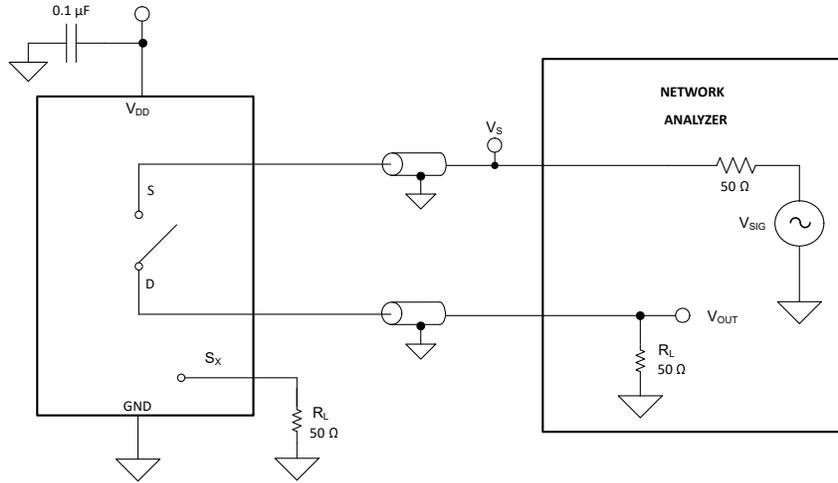

图 8-9. 关断隔离测量设置
关断隔离定义为器件的漏极引脚 (D) 处的信号与关断通道的源极引脚 (Sx) 上施加的信号之比。图 8-9 显示了用于测量关断隔离的设置和用于计算关断隔离的公式。